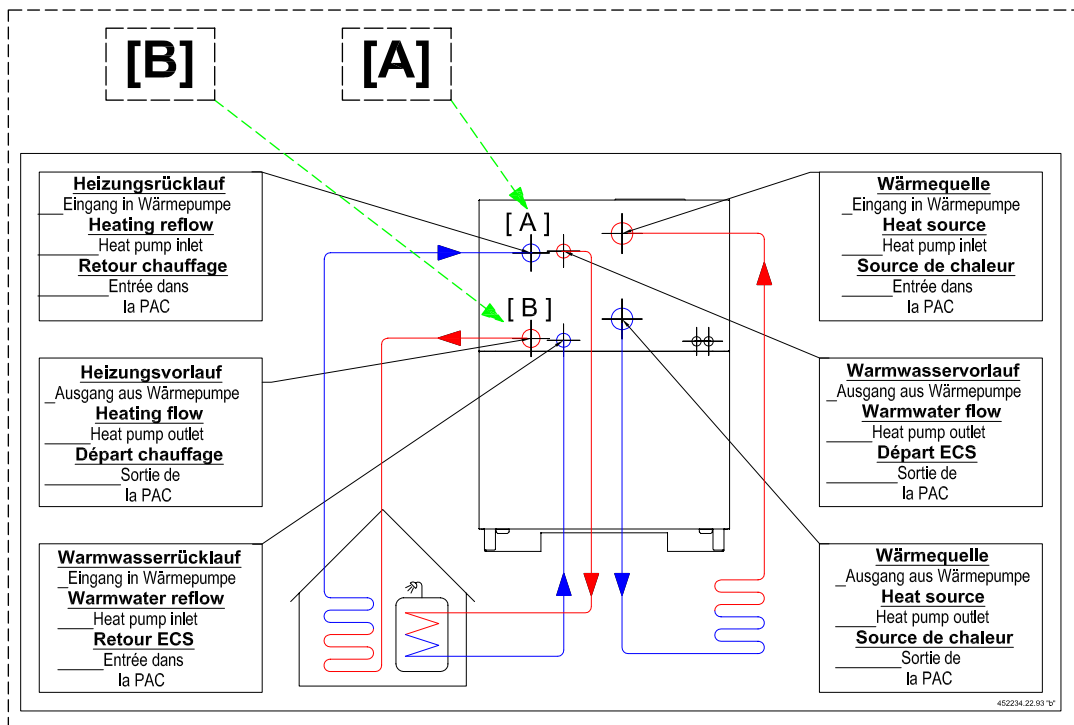

Bild 4 Schematische Ansicht / Anschlüsse Wärmepumpe (Aufkleber angebracht in Wärmepumpe)
Bild 4 zeigt die Position der Anschlüsse (A); (B) am Wärmetauscher der Wärmepumpe.